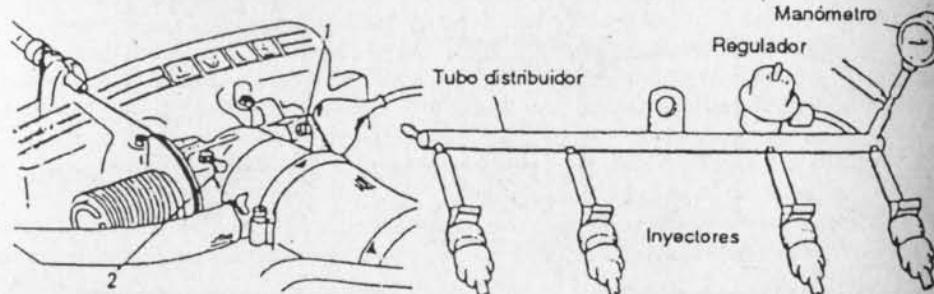

Fig. 3-18.— Regulación del ralentí
Regulación del ralentí.— Con el motor a la temperatura de trabajo y el encendido correcto, regular el tornillo de ralentí (1) (Fig. 3-18), hasta que el motor gire a unas 750 rpm. Girar después el tornillo de tope de la mariposa de aceleración (2) hasta que el motor gire a 800 rpm. Controlar estas operaciones por el análisis del humo, que deberá indicar "0" o un mínimo de CO y de HC.